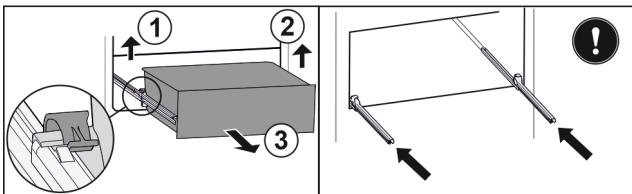

Fig. 170
- Linke Klemme anheben und gleichzeitig Schubfach links nach vorne ziehen. Fig. 170 (1)
- Rechte Klemme anheben und gleichzeitig Schubfach rechts nach vorne ziehen. Fig. 170 (2)
- Schubfach nach vorne entnehmen. Fig. 170 (3)